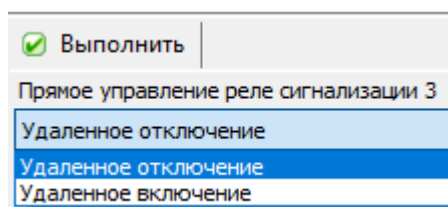
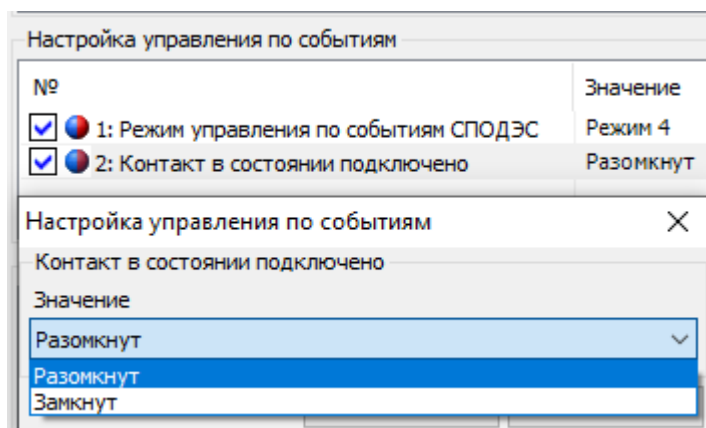

Рисунок 57 – Управление реле.
Рисунок 58 – Настройка состояния контактов реле
6.8.6 «Контакт реле в состоянии подключено» назначается в ТПО AdminTools в разделе «Конфигурация → Реле и телеметрия → Реле сигнализации» (см.рисунок 58).
Т.е. при назначении контактам реле в состоянии «подключено» – «разомкнут» (см.рисунок 58) и выполнении действий по управлению реле («Команды → Реле и телеметрия → Прямое управление реле → Прямое управление реле сигнализации 1,2,3» команду «Удалённое включение»), нажать кнопку «Выполнить» (см.рисунок 57), произойдет размыкание контактов реле.